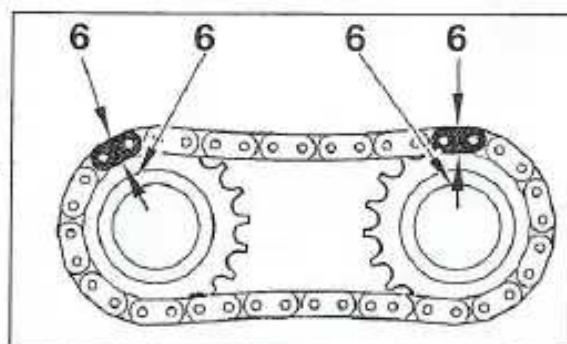

FIGURA 1-26
- los 2 ejes de levas con la cadena haciendo coincidir las marcas (6) (figura 1-26).